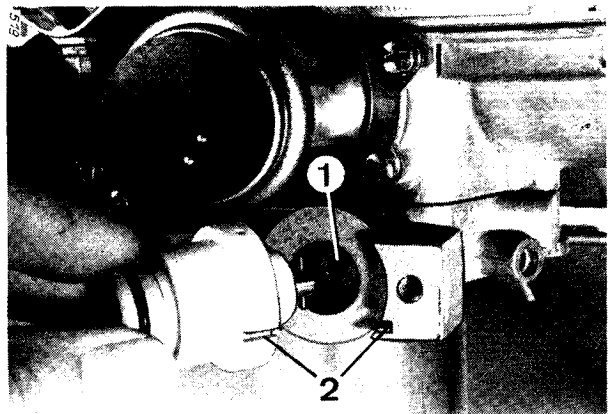

Bild 7
4.3 Drosselklappen-Potentiometer ersetzen (Bild 7)
- Beim Abnehmen des Potentiometers darauf achten, daß die Kupplung (1) nicht herausfällt.
- Beim Einsetzen auf richtigen Sitz der Kupplung (1) und Arretierungsschlitz (2) achten.